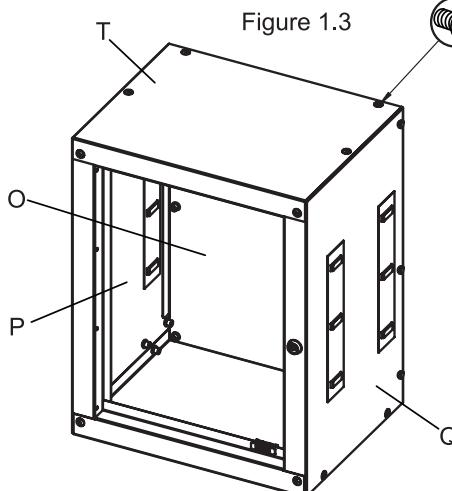

Figure 1.3
- Place top panel (T) over sides (P & Q) and back (O). Align holes on top (T), sides (P & Q) and back (O) then tighten with M6 x 16mm bolts (AA) and supplied hex key. Do not fully tighten. See Figure 1.3
- Square up cabinet on a level surface and fully tighten all M6 x 16mm bolts (AA) with supplied hex key.
- Die Oberplatte (T) über die Seiten (P und Q) und die Rückwand (O) legen. Die Löcher an der Oberplatte an den Seitenwänden (P und Q) und der Rückwand (O) ausrichten und mit den M6 x 16-mm-Schrauben (AA) und dem mitgelieferten Sechskantschlüssel festziehen. Nicht vollständig festziehen. Siehe Abbildung 1.3
- Den Schrank auf einer ebenen Fläche ausrichten und alle M6 x 16 mm Schrauben (AA) mit dem mitgelieferten Sechskantschlüssel festziehen.